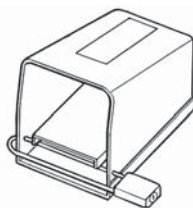

Рисунок 1 – Заблокированный педальный выключатель
- Заблокируйте педальный выключатель, если станок не используется (см. рисунок 1.). Это позволяет избежать случайного запуска.